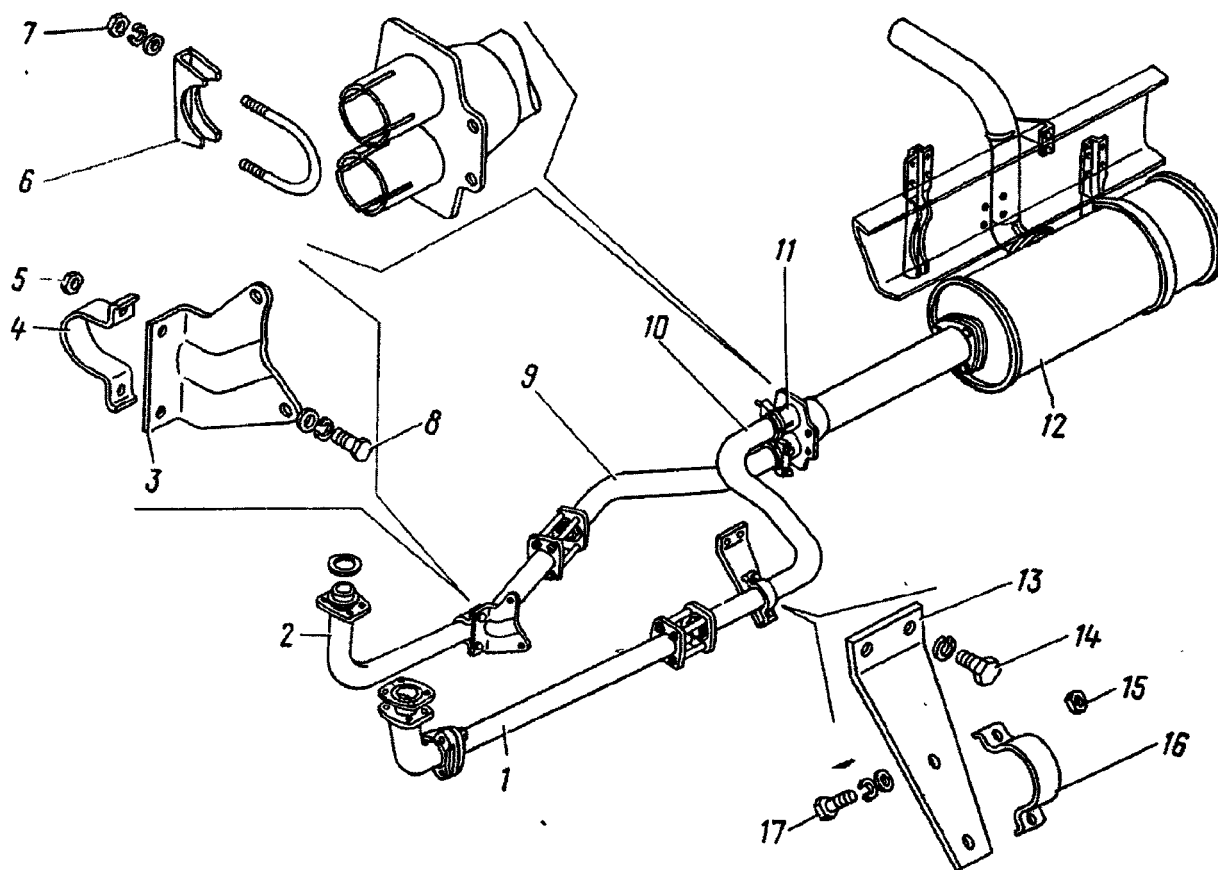

Рис. 25. Трубы и подвеска выхлопа:
1. Отверните гайки крепления правого и левого выпускных коллекторов от приемных труб 1 и 2 (рис. 25) глушителя 12	Ключ 17 мм
8. Выверните болты 14 (см. рис. 25) крепления кронштейна 13. Отсоедините трубу 1 от левого коллектора, опустив ее вниз	Ключ 17 мм
18. Наденьте на шпильки 11 правого коллектора приемную правую переднюю трубу 2 (см. рис. 25) с прокладкой, затяните гайки с пружинными шайбами	Ключ 17 мм